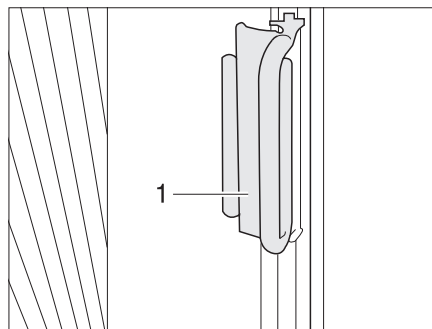

Bild 82 Plisségardiner för förar- och passagerarfönster
- Håll i plisségardinernas handtag (Bild 82,1) och dra dem försiktigt framåt tills magnetlåset håller plisségardinen stängd.
- Skjut handtaget (Bild 82,2) på avsatsen. Plisségardinen är säkrad.